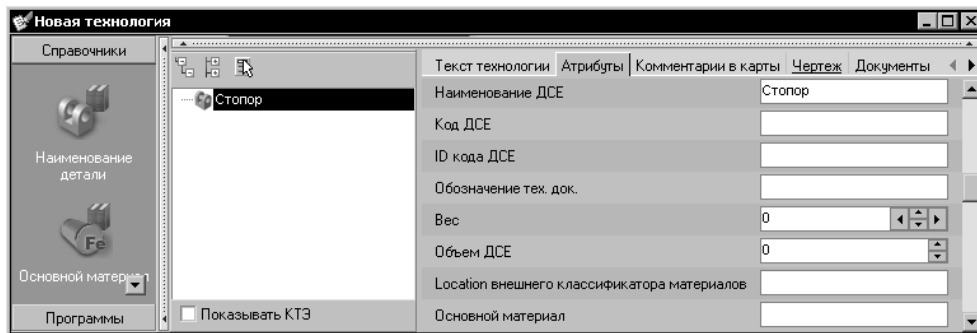

Рис. 9.2. Заполнение поля **Наименование детали**
1. В поле **Наименование детали** замените значение «Новая деталь» на наименование детали. Введенное значение (например, «Стопор» на рис. 9.2) автоматически отобразится в корневом элементе дерева ТП.